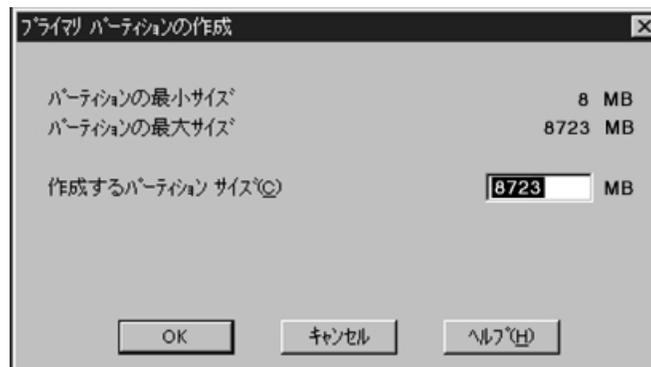

図 13. パーティション作成ダイアログボックス
2. [パーティション] メニューより [作成] をクリックすると、図 13 パーティション作成ダイアログボックスが表示されるので、[OK] をクリックします。